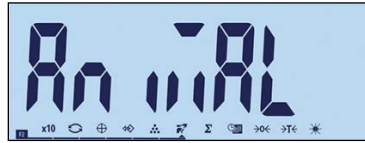

Figure 3-41 : Configuration de la touche de fonction 2
- Les touches de fonction peuvent aussi être configurées depuis l'écran d'accueil. Maintenez appuyée la touche de fonction devant être configurée afin d'accéder à l'écran de configuration (Figure 3-40, Figure 3-41).
comme sur la Figure 3-41 où **Pesage d'animaux** est sélectionné. Appuyez sur  pour confirmer la sélection.